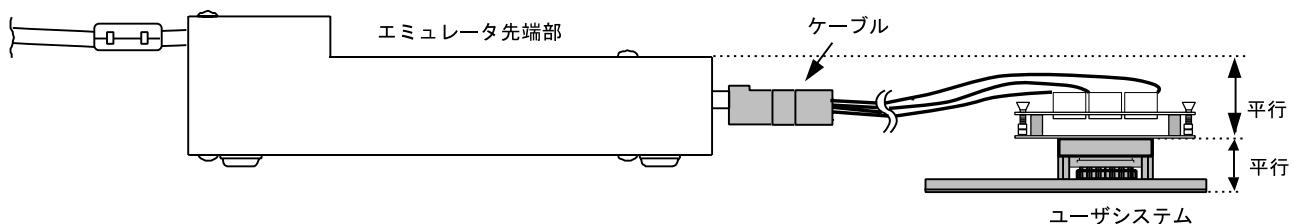

図 10 設置例
- (1) ユーザシステムへの接続時には 1 ピン位置に十分注意して、誤接続は絶対にしないでください。
- (2) 本ユーザシステムインターフェースケーブルは、HS1527KEPH60H エミュレータ専用ですので、他のエミュレータ本体には使用しないでください。
- (3) ケーブル本体部が断線する可能性がありますので、本ユーザシステムインターフェースケーブルの上に重いものや金属等の角の尖ったものを置かないでください。
- (4) ユーザシステムに接続した状態では、ユーザシステムインターフェースケーブル、特にケーブル先端部に無理な力が加わらないように注意する必要があります。図 10 の設置例を参照してご使用ください。